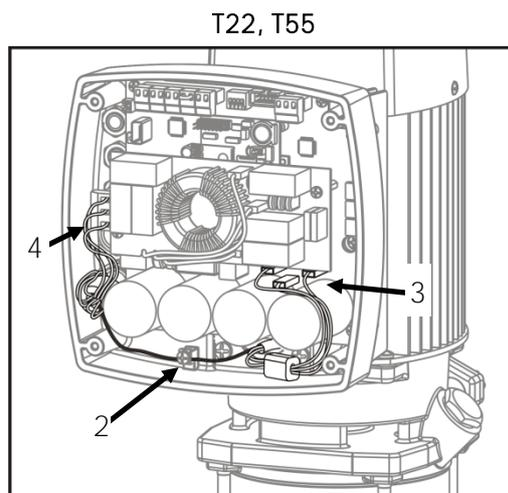

Figura 5
Queste apparecchiature dispongono di un ingresso di alimentazione a 400V trifase, 50 o 60Hz. Il cablaggio deve essere eseguito da un installatore professionista. Presa di collegamento come illustrato nella **Figura 5 (4)**.
Collegamenti come illustrato nella **Figura 5 (n° 4)**. Fare riferimento alla **Figura 7**.